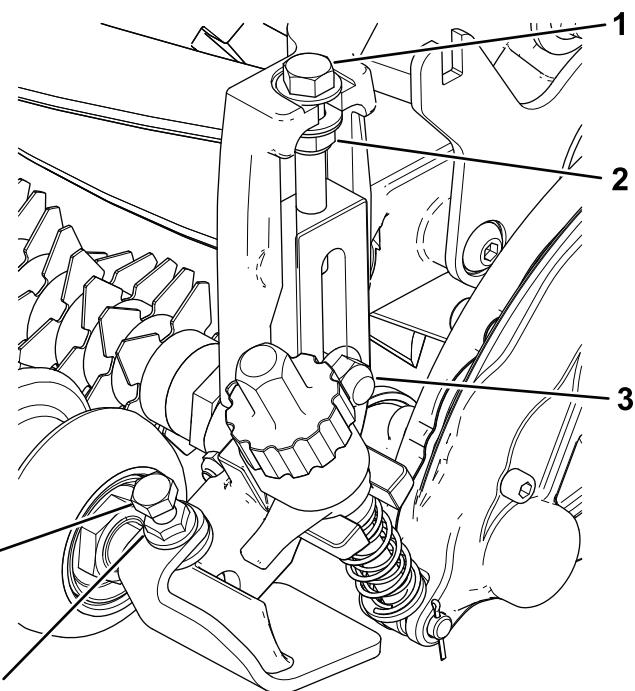

Рисунок 14
4. Затяните каретные болты и контргайки, крепящие кронштейны высоты скашивания (HOC) в сборе к боковым пластинам (Рисунок 14).
5. Затяните контргайку на болте регулировки высоты скашивания (HOC), затем отверните ее на $\frac{1}{2}$ оборота (Рисунок 14).
6. Установите передний валик по центру между кронштейнами HOC в сборе и закрепите его на месте с помощью колпачковых винтов и фланцевых гаек (Рисунок 14).